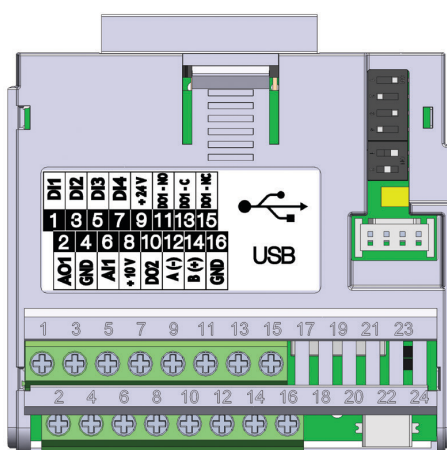

Figura 20.3: Modulo plug-in CFW500-CUSB
Il modulo plug-in CFW500-CUSB ha l'interfaccia Seriale (1) tramite porta RS-485 sui terminali 12 (A1-) e 14 (B1+), e l'interfaccia seriale (2) tramite porta USB sul connettore standard mini-USB (mini B), v. Figura 20.3 a pagina 20-1.